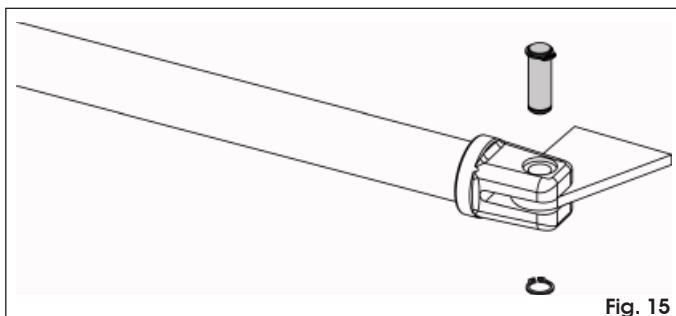

Fig. 15
- Monter la patte antérieure avec l'axe et les anneaux élastiques fournis (Fig. 15).